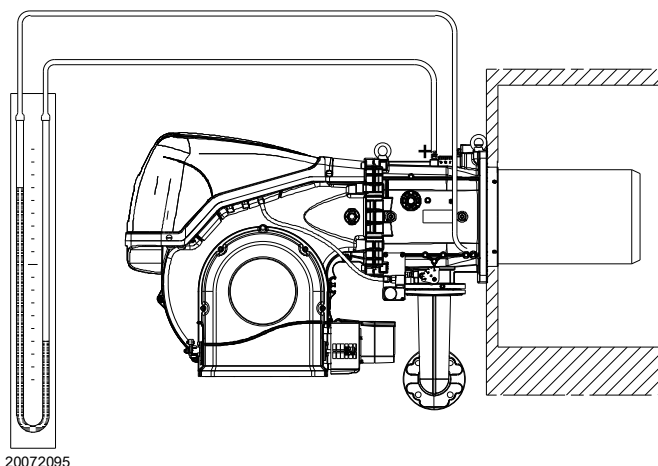

图 25
- 安装一个 U 型压力计或微分压力计 (图 25)，插座的 (+) 端为管路接口的燃气压力，(-) 端在炉膛内